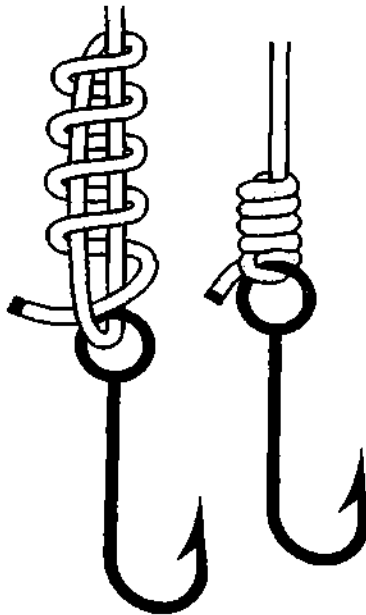

Рис. 95. *Спиннинговый узел – францисканский узел, завязанный на опоре.*
**Францисканским узлом** можно крепить верёвку к опоре — таким узлом часто пользуются рыбаки для привязывания крючка к леске (рис. 95).